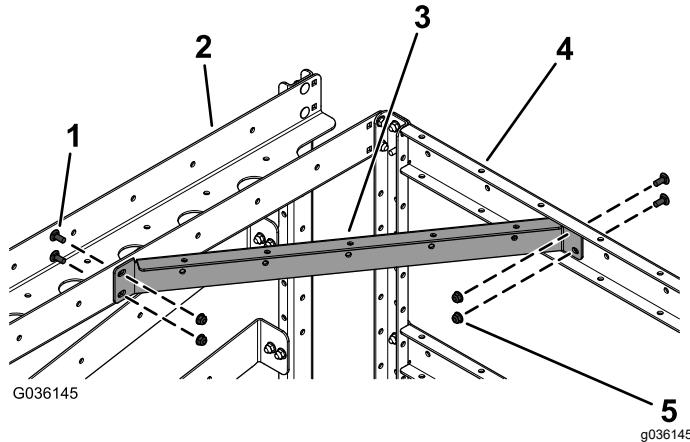

Figure 8
7. Fixez le support transversal au support vertical avant (doté de 2 trous de chaque côté) à l'aide de 4 boulons de carrosserie (5/16" x 3/4") et 4 écrous à embase (5/16"), comme montré à la Figure 8.